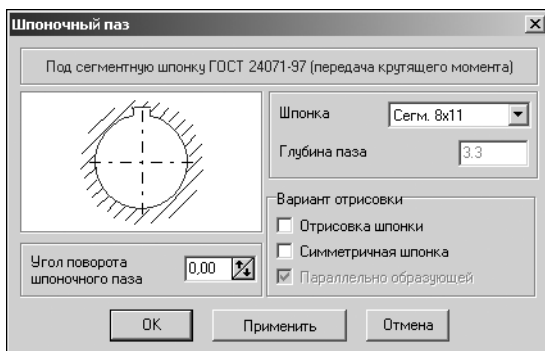

Рис. 5.14.
- Щелчком мыши укажите тип паза **Под сегментную шпонку ГОСТ 24071-97 (передача крутящего момента)**. Откроется окно, предназначенное для ввода параметров шпонки и шпоночного паза (рис. 5.14).